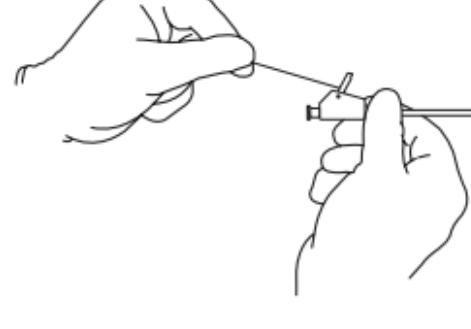

Fig. 1
- a. Estabilice el conjunto conector Mac-Loc con una mano y tire del hilo de sutura para que el extremo distal del stent adopte su forma de lazo. (**Fig. 1**)